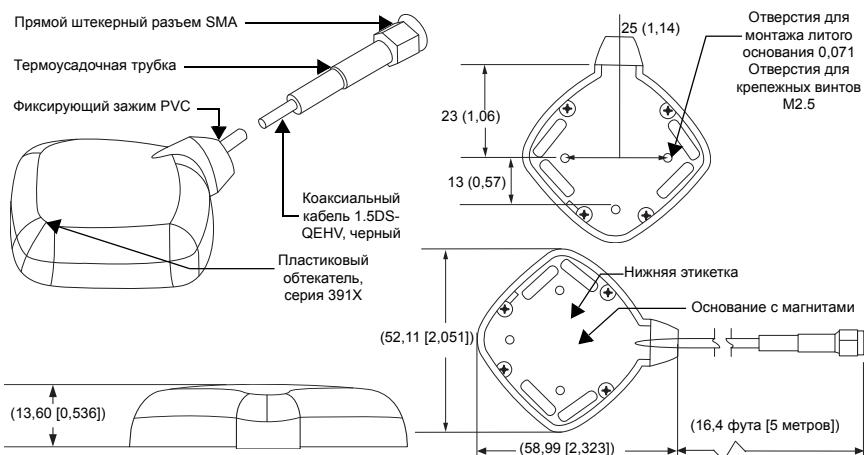

Рис. 1
3. Чтобы antennа еще крепче удерживалась на поверхности транспортного средства, просверлите отверстия в соответствии с Рис. 1. Для создания надежного и герметичного крепления рекомендуется нанести вокруг отверстий силиконовый герметик.